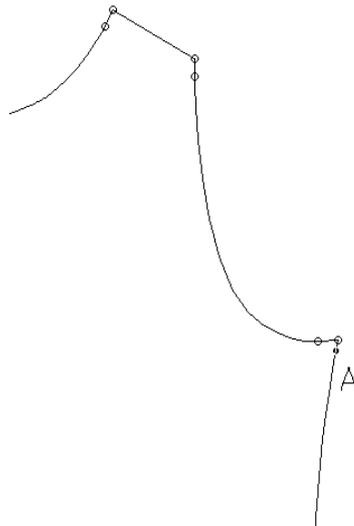

Figura 2-45.
1. Seleccione el borde (o los bordes) de donde quiere crear el encarado, por ejemplo como se muestra en la Figura 2-45, primero borre el punto A (que fue creado con la costura) en la costura del lado y seleccione la sisa: